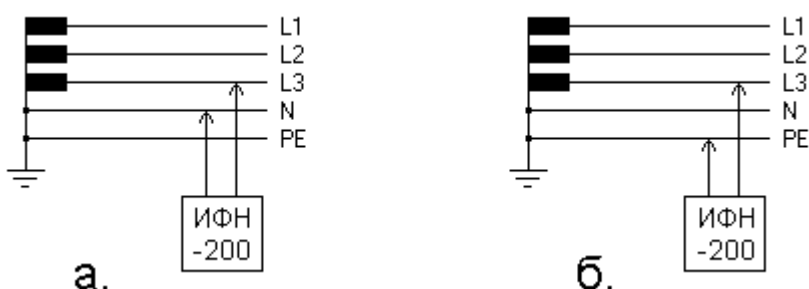

Рисунок 2.3.1
Кабели измерительные должны быть соединены с прибором через гнезда «*» и «L-N» (см. рисунок 1.4.2). Свободные концы кабелей измерительных подключаются к исследуемой цепи «фаза-нуль» (см. рисунок 2.3.1.а, 2.3.1.б), параметры которой подлежат определению. При этом на индикаторе прибора индицируется действующее напряжение петли «фаза-нуль» (U) (см. рисунок 1.4.3, значок 9).